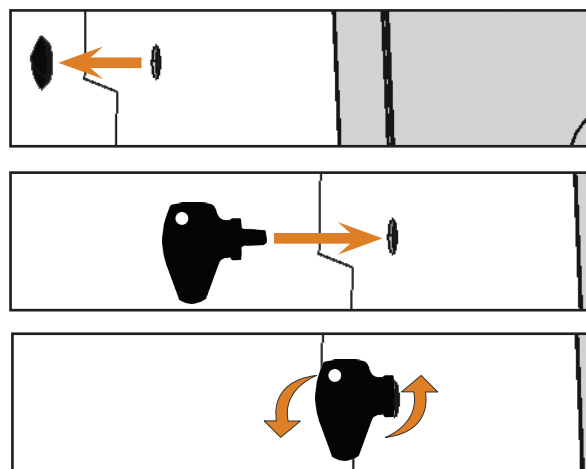

FIG. 24: USO DE LA LLAVE PARA EL DESBLOQUEO DE EMERGENCIA
- M2. Retire la caperuza de cierre de la abertura para el desbloqueo de emergencia en el lateral izquierdo de la máquina (☞ Fig. 24, arriba).
- M3. Introduzca la llave para el desbloqueo de emergencia de la puerta de la cámara de trabajo en la abertura del lateral izquierdo de la máquina (☞ Fig. 24, centro).
- M4. Desactive el bloqueo de seguridad de la puerta de la cámara de trabajo girando la llave 90° en sentido anti-horario (☞ Fig. 24, abajo).
- M7. Vuelva a activar el bloqueo de seguridad de la puerta de la cámara de trabajo girando la llave de desbloqueo de emergencia 90° en sentido horario (☞ Fig. 24, abajo).